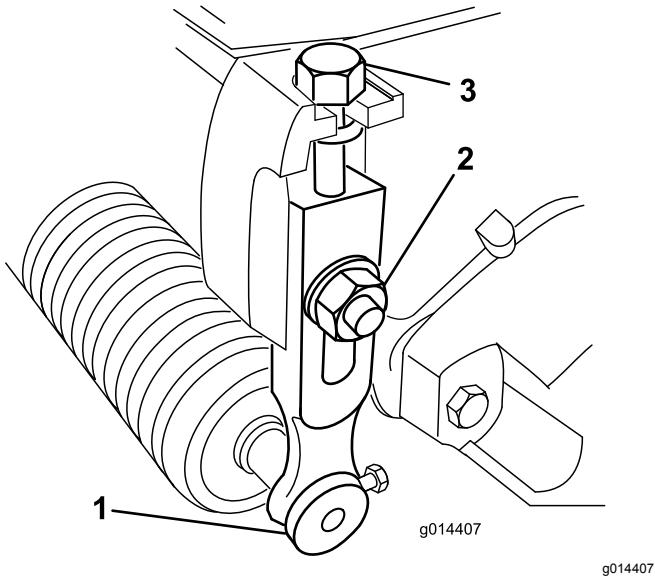

Bild 14
1. Lösen Sie die Sicherungsmuttern, mit denen die Schnitthöhenarme an den Seitenplatten der Schneideeinheit befestigt sind (Bild 14).